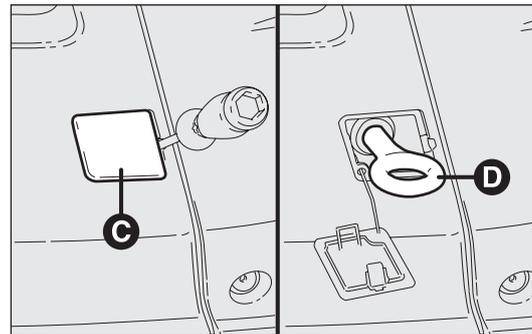

fig. 214
- ❑ prelevare dal cassetto il cacciavite in dotazione e facendo leva nel punto indicato sollevare il tappo C-fig. 214;
- ❑ prelevare l'anello di traino D dal cassetto e avvitarlo sul perno filettato fig. 214.